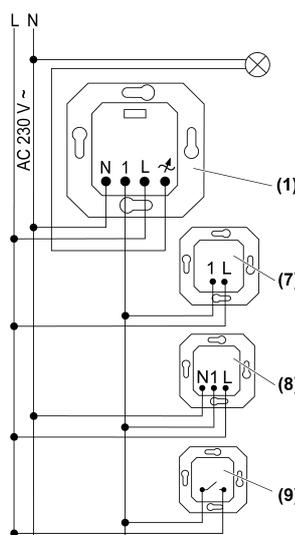

Figura 2: Schema di collegamento con regolatori esterni opzionali
- Collegare il carico come da schema elettrico degli allacciamenti (figura 2).
- i** Tramite breve azionamento del tasto **Dimm-Mode** (4), l'illuminazione può essere attivata.
- Applicare la cornice (2) e l'unità di comando (3).